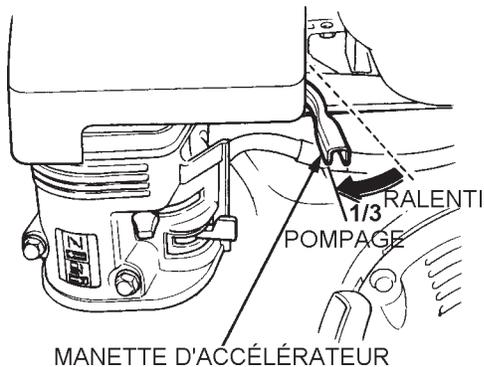

Figure 8. Accélérateur (en position de démarrage)
2. Déplacer l'**accélérateur** (figure 8) d'un tiers de sa course vers la position de régime rapide.